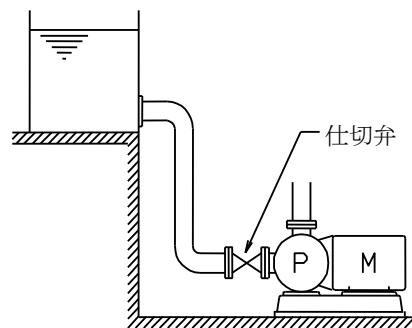

図 5
- (10) 流し込み・押込み方式の場合は、吸込管に仕切弁を取付けてください(図 5)。仕切弁がないと、ポンプの点検・修理のとき、タンク及び配管の水を全部抜かなければなりません。